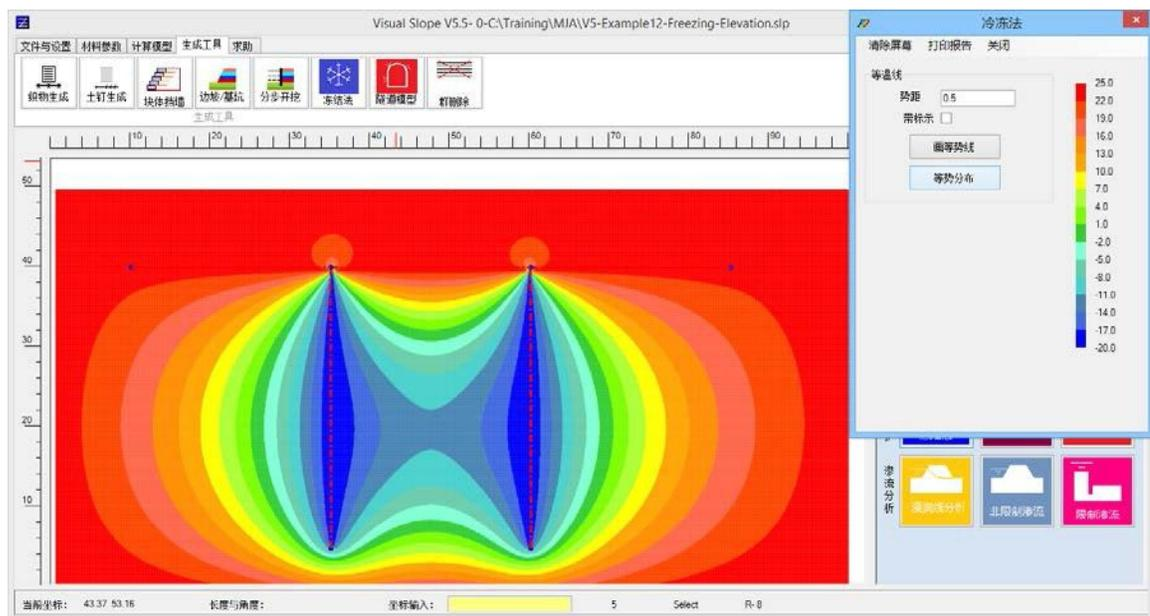

图 74: 冻结法分析结果
4. 计算分析 冻结管布置完毕后，可以进行计算分析。在分析板块中按冻结法，分析就开始了。分析完毕后可以显示温度场，图 74